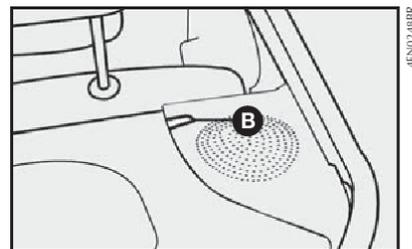

fig. 68
2) Tirar os pinos da cobertura do porta-malas das respectivas sedes **B-fig. 68** e removê-lo.